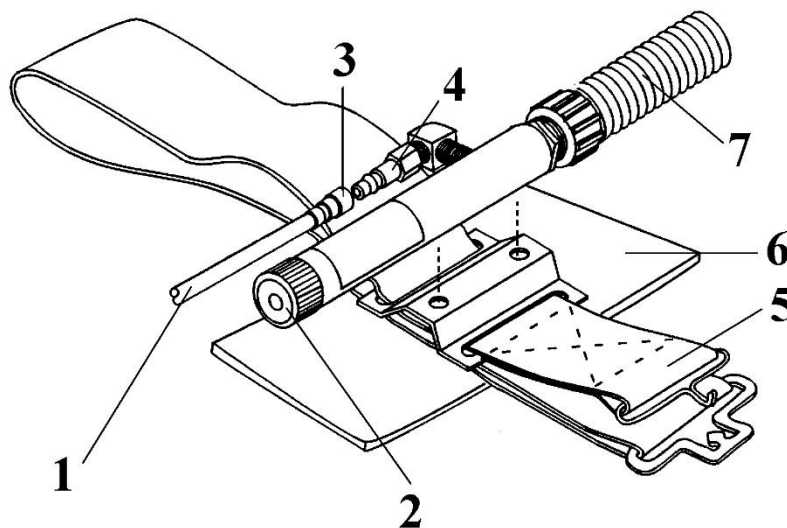

Bild 1: Luftkühlgerät / **Figure 1:** Cool Air Tube / Refroidisseur d'air
(1) Atemluftschlauch.	Atemluftschlauch des Strahlhelms an den Ausgang des Kühlgerätes schrauben (siehe Bild 1).
(1) Breathing air line.	Screw the breathing air line of the air-fed helmet on to the outlet from the Cool Air Tube (see Fig. 1).
(1) Tuyau d'air.	Visser le tuyau d'air du casque de sablage à la sortie du refroidisseur (voir figure 1).